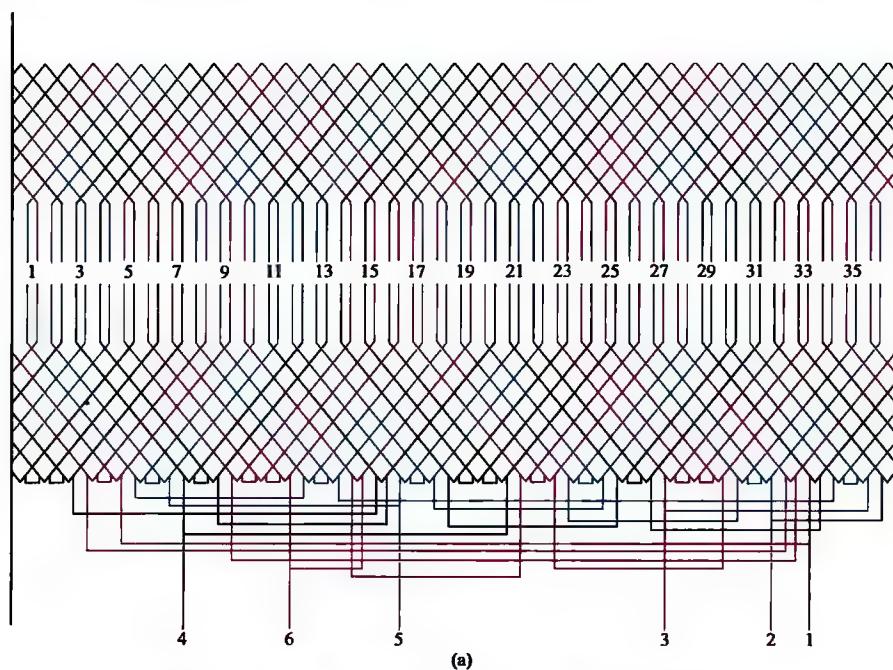

图 2-20 36 槽 6/4 极、 $\Delta/2Y$ 接法绕组 (一)
20. 36 槽 6/4 极、 $\Delta/2Y$ 接法绕组展开图、接线圆图与接线简图 (2) (见图 2-20)